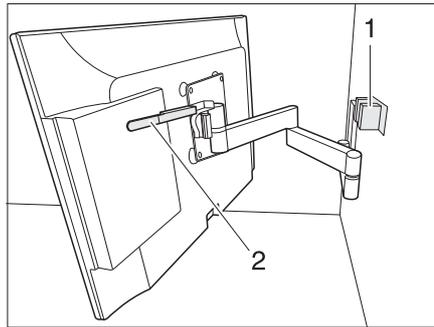

Fig. 57 Support à bras articulé
- Pousser le levier (Fig. 57,2) vers le bas pour détacher l'écran plat du dispositif de blocage (Fig. 57,1). Relâcher le levier.